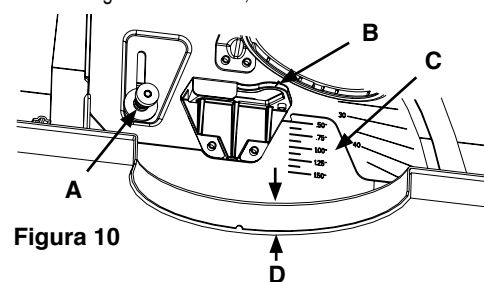

Figura 10
**Para ajustar (ver Figura 10):**
- Afloje las tuercas manuales (A) en ambos lados del mecanismo de orientación.
- Flexione los retenedores/soportes de ajuste de altura derecho e izquierdo del borde (B) hacia adentro para soltar el mecanismo de orientación.
- Suba o baje el mecanismo de orientación hasta que los indicadores apunten al grosor de techo correspondiente (C). Para determinar la configuración de grosor, mida desde la carcasa a la superficie del techo (D):
- Carcasas de abertura redonda: reste 1/8" de la medida (D)
- Carcasas de abertura cuadrada: reste 3/16" de la medida (D)